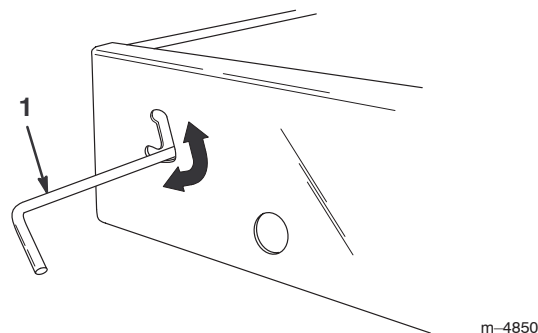

Figure 19
1. Poussez le verrou vers le haut dans la fente découpée dans le châssis (Fig. 19).
3. Pour bloquer le plateau sur le châssis, poussez le verrou en bas de la fente (Fig. 19).